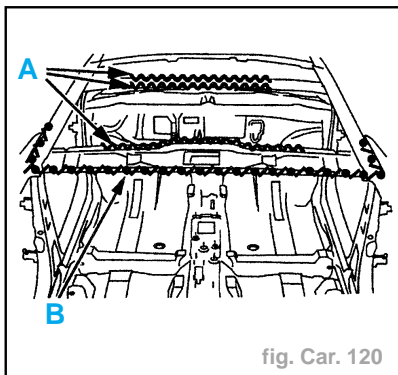

fig. Car. 120
- Appliquer une colle de calage structurale (suivant **A**) (fig. Car. 120).